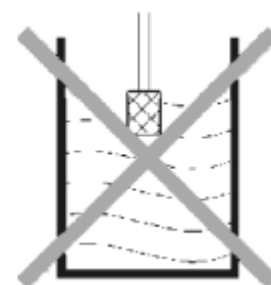

Рис. 2
5. Следите за тем, чтобы обратный клапан не был выше уровня воды (рис. 2).